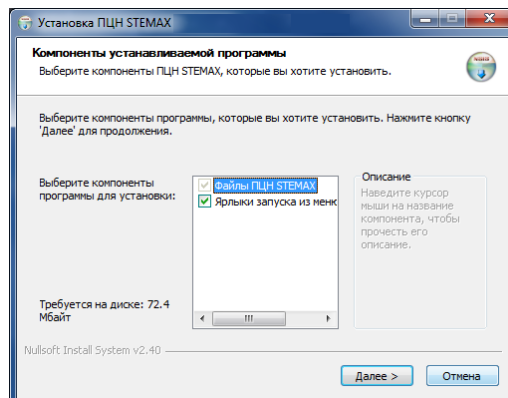

Рис. 4.1. Выбор компонентов ПО STEMAX
2. В открывшемся окне *Компоненты устанавливаемой программы* нажмите кнопку *Далее* (Рис. 4.1).